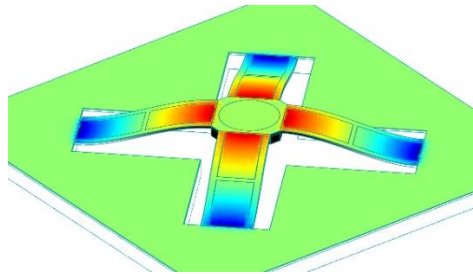

Figure 4 : Visualisation du premier mode de suspension
- 3.2.1. En considérant le premier mode propre de la structure présentée en Figure 4 et la symétrie de la structure, modélisez le système en un système masse-ressort-amortisseur équivalent.